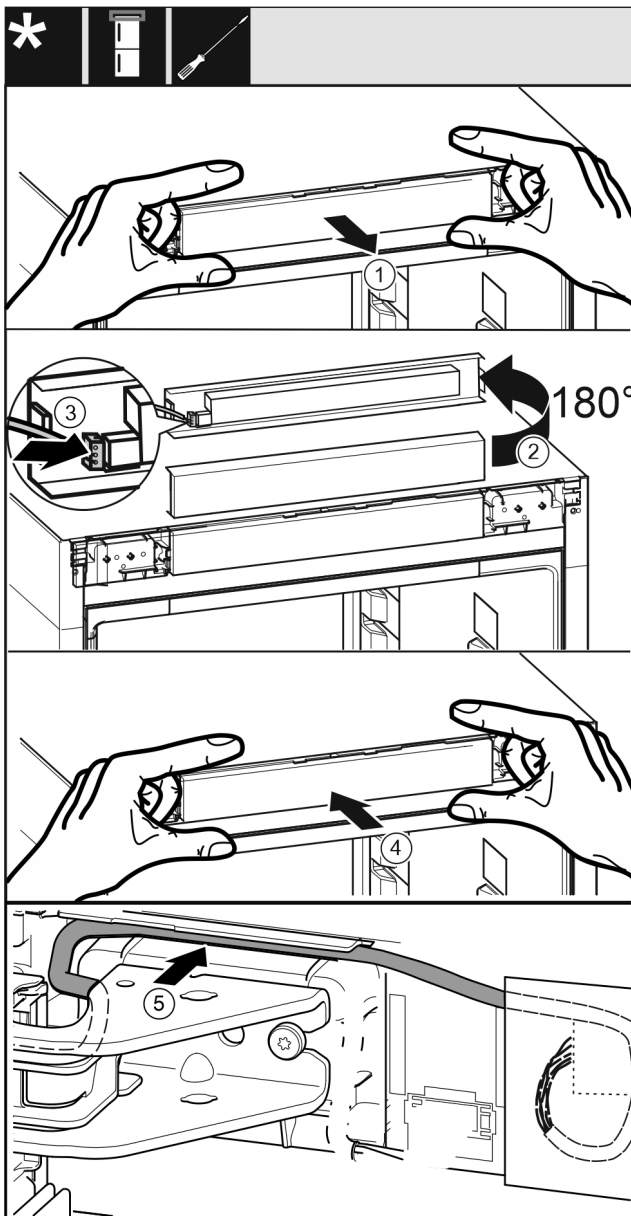

Fig. 40
- Retirer avec précaution le panneau de commande Fig. 40 (1).
- Tourner le panneau de commande Fig. 40 (2) de 180° vers le haut.
- Enclencher le connecteur Fig. 40 (3) sur le cache du panneau de commande.
- Enclencher à nouveau le panneau de commande Fig. 40 (4) sur l'appareil.
- Poser avec précaution le câble Fig. 40 (5) dans le guide au-dessus du support de palier supérieur.